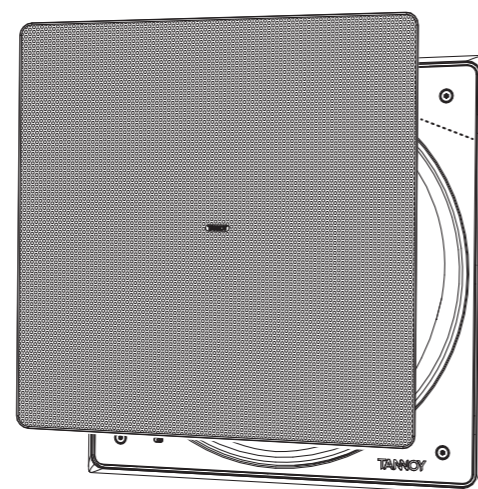

Fig. 11. Installing the Grille
1. A grade deve ser ajustada cuidadosamente alinhando as bordas da grade com o defletor e as bordas internas da moldura (Fig. 11). Para evitar danos por indentação, não pressione o centro da grade; aplique uma pressão uniforme em cada canto à medida que é pressionado firmemente na posição.